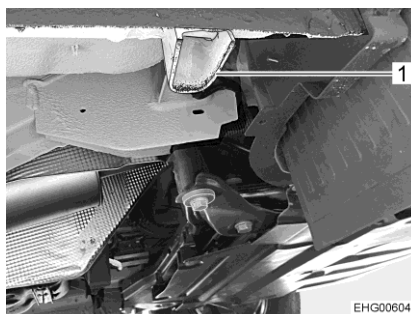

Fig. 230 Fixation essieu avant
- Si une roue doit être changée sur l'essieu avant : Placer le cric sur la fixation (Fig. 230,1) prévue à cet effet.